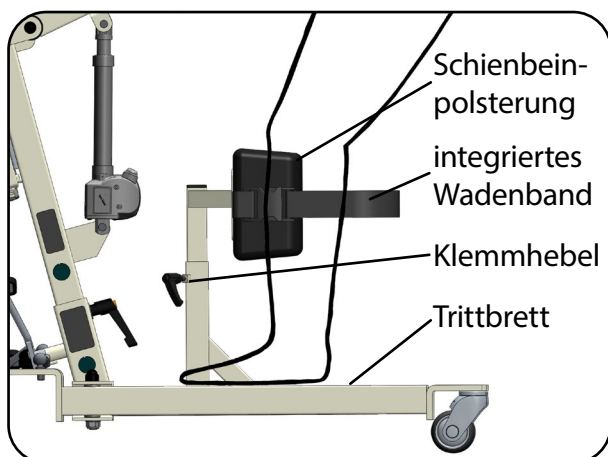

Abb. 9.2.05 – Trittbrett mit Schienbeinstütze und integriertem aks-Wadenband
11. Lösen Sie den Klemmhebel an der Schienbeinstütze (Abb. 9.2.05) und stellen Sie eine, für den Patienten geeignete, Höhe ein.
Die Oberkante der Schienbeinstütze muss ca. 1 bis 2 cm unterhalb der Kniescheibe des Patienten liegen (Abb. 9.2.05).